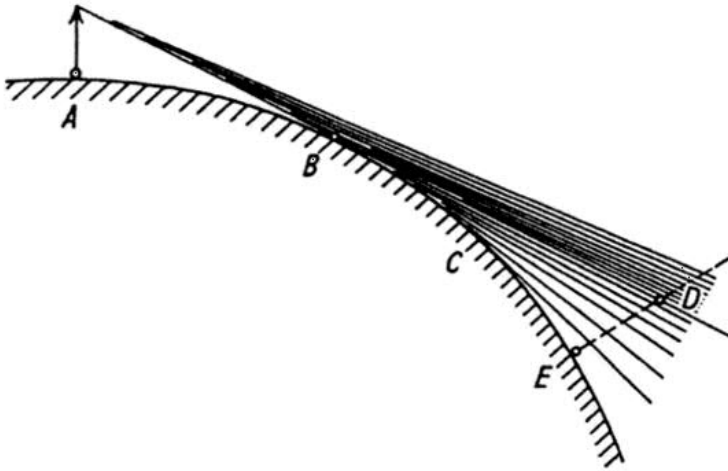

Bild 3.8: Feldstärke eines Ultrakurzwellensenders außerhalb der Sichtweite, angedeutet durch die Dichte der Strahlen.
Die Verteilung der Feldstärke eines UKW-Senders nach den damaligen Erkenntnissen zeigt Bild 3.8, in dem die Dichte der von der Sendeantenne (A) gezogenen Strahlen die Zunahme der Feldstärke andeutet. Die Abhängigkeit der Feldstärke von der Höhe der Empfangsantenne (Strecke E - D) zeigte deutlich der Versuch in Burg (Tabelle 3.7 Versuch 2 und 3) [56].
d = Strecke B - C aus Bild 3.8